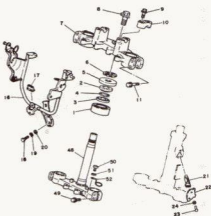

Bild 179
- 11 Schraube M 14 x 1,25, 58 Nm (vergleiche Teil 8 in Bild 179)
Das in Bild 179 mit Teilenummer 1 dargestellte Kegelrollenlager besteht aus drei Teilen:
Alle Einstellmassnahmen wie vorher beschrieben. YAMAHA schreibt für die Einstellmutter 6 in Bild 179 ein maximales Anzugsdrehmoment von 38 Nm vor.